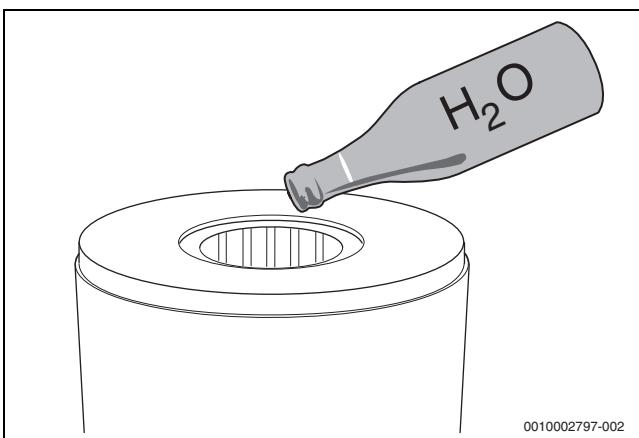

*Bild 141 Wärmeblock auf Rückstände prüfen*
- Wärmeblock erneut auf Rückstände prüfen (→ Bild 141).